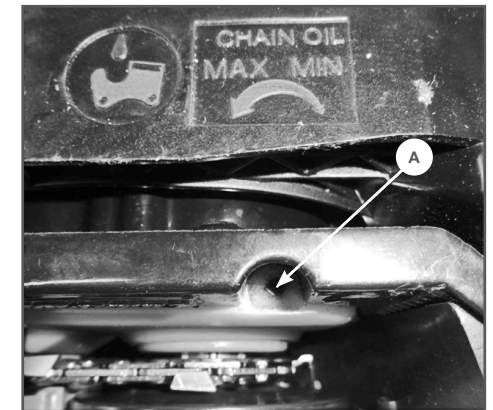

Рис. 13 Положение регулировочного винта подачи масла
- Количество масла можно корректировать с помощью регулировочного винта А, который находится снизу бензопилы (Рис. 13). Это нужно для того, чтобы компенсировать изменение вязкости масла при работе в различных температурных условиях.